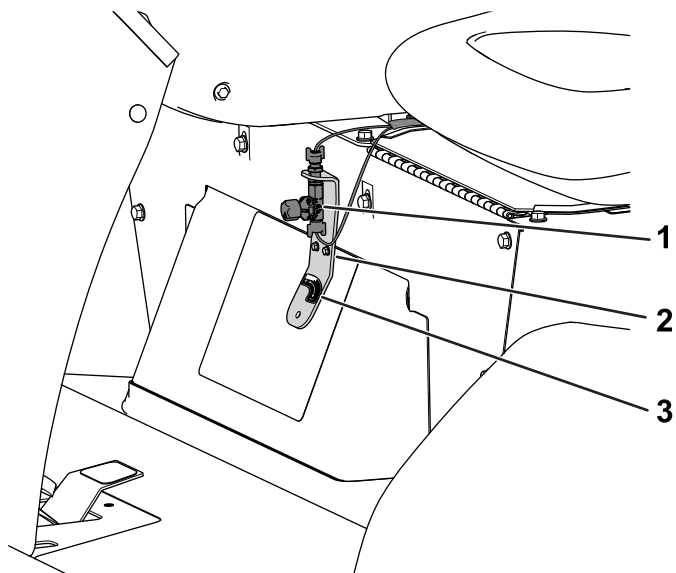
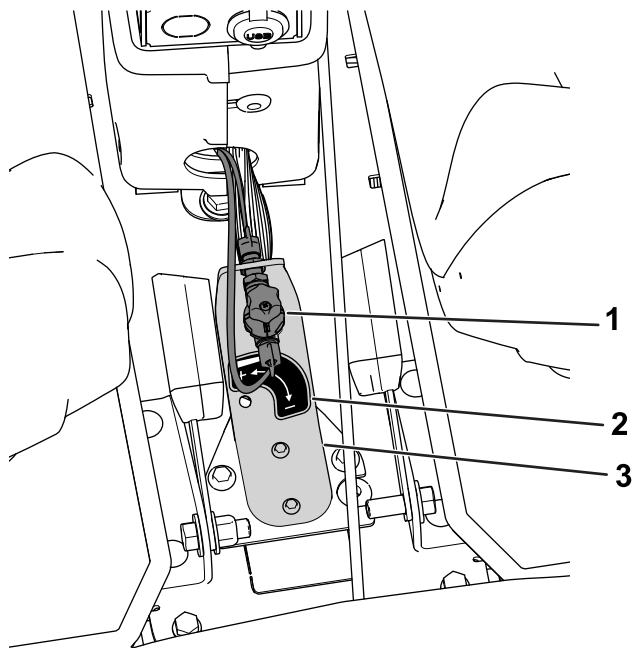

Рисунок 11
Рисунок 12
6. Прикрепите наклейку, как показано на Рисунок 11 или Рисунок 12.